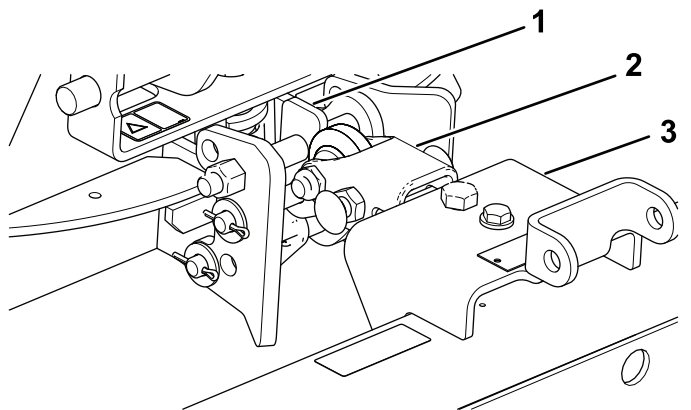

Рисунок 14
1. Установите сцепное устройство в сборе так, чтобы плоская сторона была сверху (Рисунок 14).
2. Присоедините буксировочную штангу к нижней части узла подвеса (Рисунок 14).